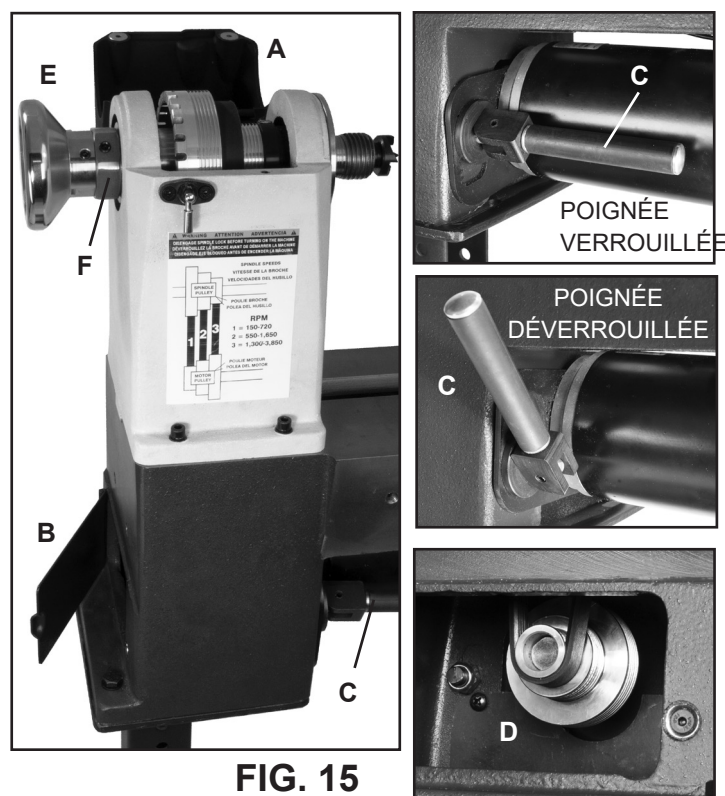

FIG. 15
1. Enlever la roulette manuelle (#28B) et desserrer les deux vis de réglage. Ensuite utiliser la clé de 38 mm sur la partie plate de la roulette manuelle et la clé de 46 mm sur le gros écrou de blocage (#27B) pour desserrer la roulette de la broche. Faire tourner la roulette vers la gauche pour pouvoir l'enlever complètement de la broche. Voir la Figure 15, parties E et F aux pages 14-15.
2. Ouvrir le couvercle situé dessus la poupée fixe (#14B, FIG. 15, A) et le couvercle de la plaque recouvrant le banc du côté gauche (#5A, B) pour obtenir l'accès à la courroie et aux poulies situées à l'intérieur de la poupée fixe.
- Tirer la poignée vers l'avant pour déverrouiller. FIG. 15, C.
4. Enlever la courroie (#29B) de la poulie inférieure du moteur (#10A, FIG. 15, D). **REMARQUE** Si la courroie ne peut pas être gardée, la vieille courroie peut être découpée à cette occasion.
5. Pour enlever la roulette manuelle (#28B, FIG. 15, E), il suffit de desserrer les deux vis de réglage. Ensuite utiliser la clé de 38 mm sur la partie plate de la roulette manuelle et la clé de 46 mm sur le gros écrou de blocage (#27B, FIG. 15, F) pour desserrer la roulette de la broche. Faire tourner la roulette vers la gauche pour pouvoir l'enlever complètement de la broche.